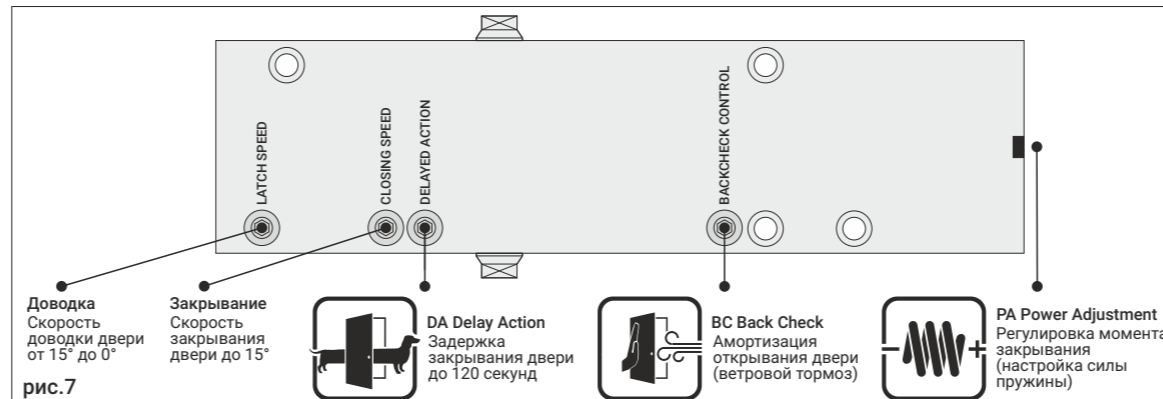
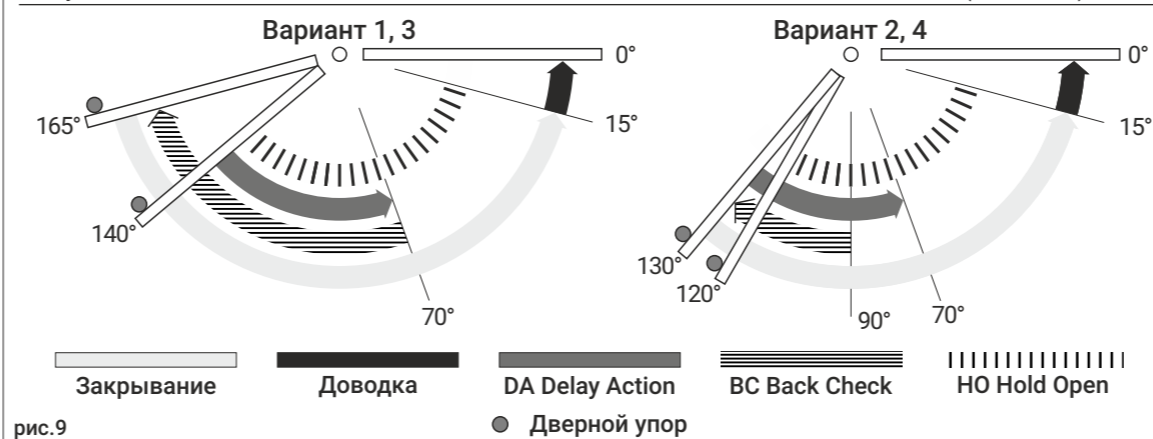
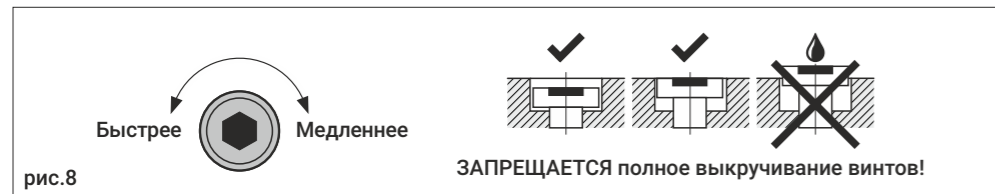

рис.7
рис.9
рис.8
6. Отрегулируйте скорости «закрывания» и «доводки», не открывая дверь более, чем на 70°, рис.7. Поворот винта по часовой стрелке замедляет скорость, против часовой стрелки - увеличивает скорость закрывания, рис.8.
7. Отрегулируйте опцию DA «задержки закрывания», рис.7, рис.9. Поворот винта по часовой стрелке увеличивает время задержки закрывания, против часовой стрелки - уменьшает, рис.8.
8. Отрегулируйте опцию BC «амортизации открывания», рис.7, рис.9. Поворот винта по часовой стрелке увеличивает сопротивление открыванию, против часовой стрелки - уменьшает, рис.8. ! Винты регулировки скоростей не должны выступать за плоскость тела доводчика, рис.8.
5. НЕ ДОПУСКАЕТСЯ полное выкручивание винтов «закрывания», «доводки», «задержки закрывания» и «амортизации открывания» ! Полное выкручивание винтов регулировки приводит к разгерметизации доводчика, вытеканию масла и потере работоспособности вследствие неправильной эксплуатации, рис.8.